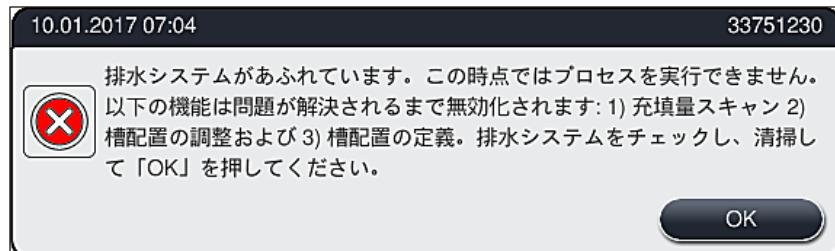

図 118
排水システム（排水ストレーナー（→「図 96-1」）または排水ホース（→「図 7-1」）内）が詰まると、ドレンパン内が水位が上昇することがあります。その結果、装置内が危険な水位に達する可能性があります。画面上にエラーメッセージ（→「図 118」）が表示され、アラーム音が鳴ってユーザーに通知されます。
1. 警告メッセージが表示されたら (→「図 118」)、装置フードを開けます。